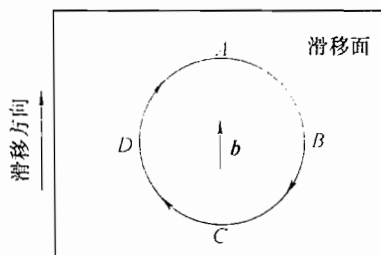

图 37-1 第三题第 1 小题图
1. 柏氏矢量与刃型位错及螺型位错的位错线间存在什么位向关系？请分析图 37-1 所示位错圆环各部分位错的类型。